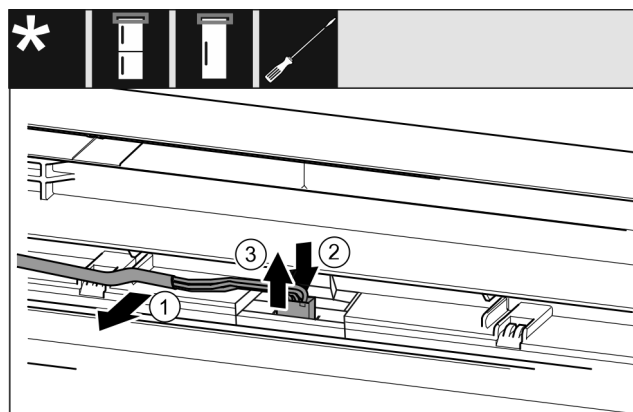

Fig. 18
- Šedý kabel opatrně uvolněte z vedení ve dveřích. Fig. 18 (1)
- Zatlačte lamelu za zástrčkou směrem dozadu. Fig. 18 (2)
- Zástrčku opatrně vytáhněte směrem nahoru. Fig. 18 (3)